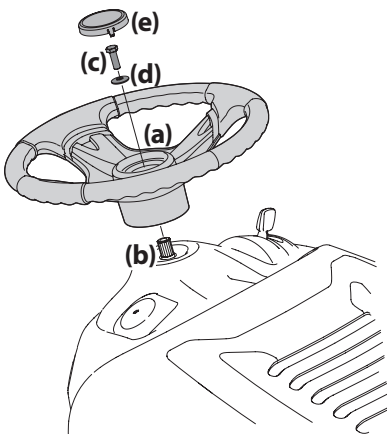

Figure 10
2. Assurez-vous que les roues de l'appareil sont dirigées vers l'avant, puis placez le volant de direction (a) sur l'arbre de direction (b). Voir Figure 10.
3. Fixez le volant de direction avec le boulon hexagonal qui se trouve sous le capuchon. Serrez le boulon à un couple de 18 à 22 pi-lb (24 à 30 N-m). Voir Figure 10.
4. Placez le couvercle du volant de direction (e) au centre du volant de direction (a) et poussez-le jusqu'à ce qu'il s'enclenche en place. Voir Figure 10.